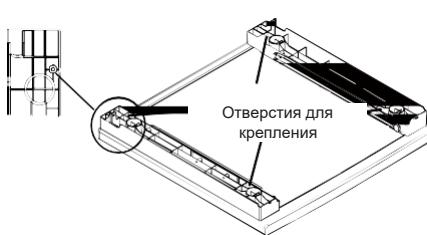

Рис. 2
2. Прикрепить две направляющие к верхней части стиральной машины 4 прилагаемыми винтами (рис. 2).